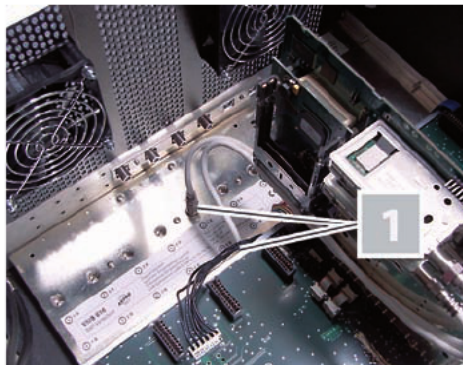
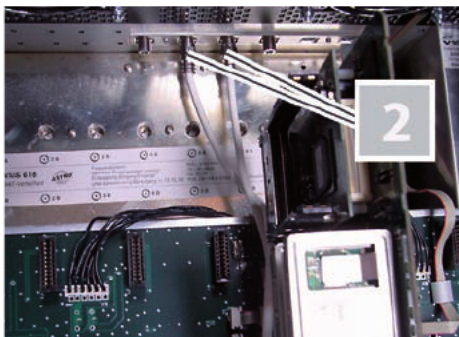

Bild 4b: SAT-Signalzuführung am SAT-Verteilfeld anschließen
Bild 4c: SAT-Signalführung an der Gehäuserückwand anschließen
2. Stecken Sie die beiden vormontierten F-Buchse-Adapter wahlweise in das gehäuseinterne SAT-Verteilfeld [1] (siehe Bild 4b, unten) schrauben Sie die Adapter in die externen Anschlüsse des Basisgeräts [2] (siehe Bild 4c, unten).